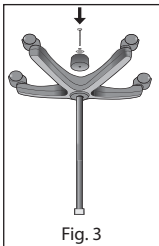

Fig. 3
3. Gire el poste y la base para sujetar el peso al centro del lado de abajo de la base. Enrosque las dos arandelas alrededor del perno e inserte el perno a través del peso y hacia la base del pedestal, asegurando con la llave tubo, Fig 3.